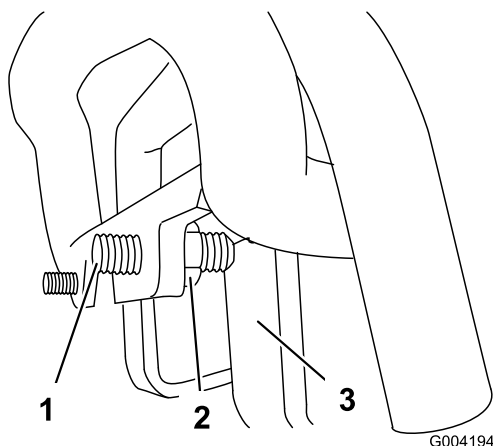

Figura 54
3. Se la macchina devia verso **sinistra**, allentate il controdamo **destra** e regolate la vite di arresto sulla parte anteriore del comando della trazione (Figura 54).
4. Se la macchina devia verso **destra**, allentate il controdamo **sinistro** e regolate la vite di arresto sulla parte anteriore del comando della trazione (Figura 54).